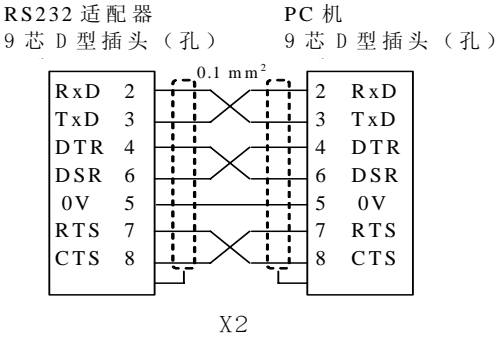
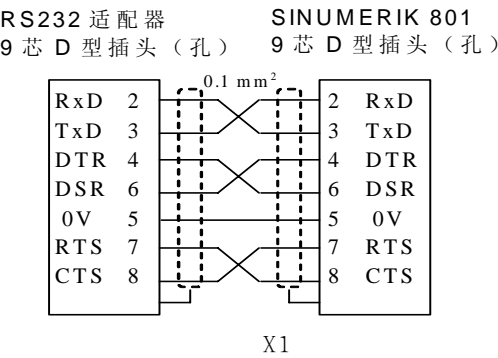

图 2-18 连接图 1 (PC 机串行口为 9 芯插头)
图2-20 连接图3
- (1) 图 2-18 ~ 图 2-20 中所标注的 X1/X2 均为 RS232 适配器本身所具有的接口。其中 RS232 适配器与 PC 的通讯接口为 X2,与 SINUMERIK 801 的通讯接口为 X1;
- (2) SIEMENS 可以提供通讯电缆(9 芯到 9 芯的 D 型插头),其订货号为: 6FX8002-1AA01-1..0;
- (3) 有关使用说明: RS232 隔离器允许的最大通讯波特率为 9600 bit/s, 连接 PC 以及 SINUMERIK 801 的两个电缆的长度均不得超过 15 米。